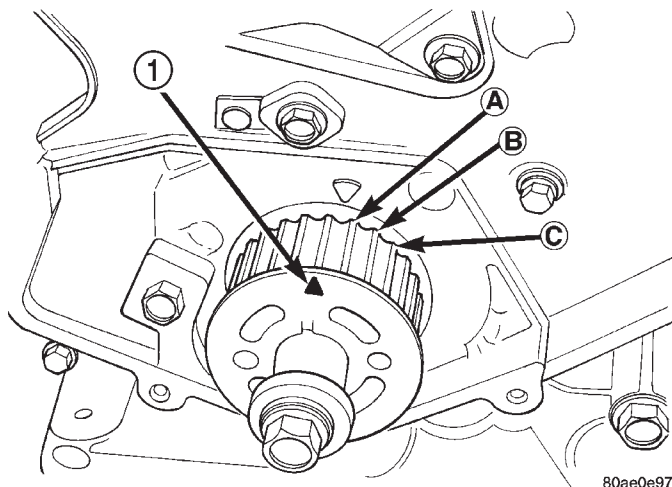

Fig. 23 Sincronización de la rueda dentada del cigüeñal
(1) Coloque la rueda dentada del cigüeñal en el PMS, alineando la rueda con la flecha situada en la caja de la bomba de aceite y después retroceda hasta 3 escotaduras antes del PMS (Fig. 23).